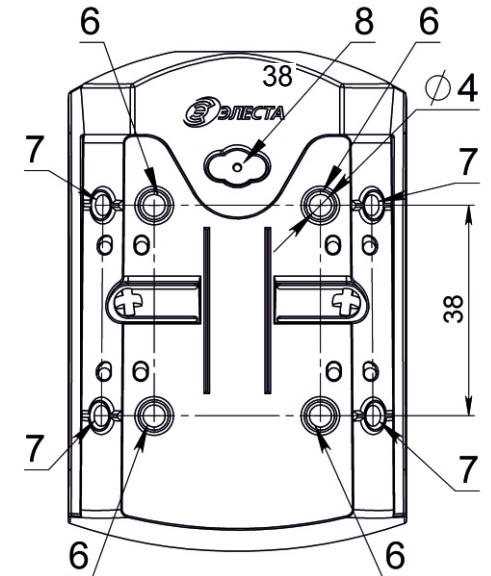

Рис.4
Определить поверхность крепления основания (прямо, влево или вправо), Разметить и подготовить отверстия в стене в соответствии с установочными размерами (рис. 4) – **рекомендуется использовать два отверстия на одной вертикали**. Ввести в основание провод питания и шлейфа сигнализации, предварительно выломав отверстие (8). Закрепить основание саморезами.